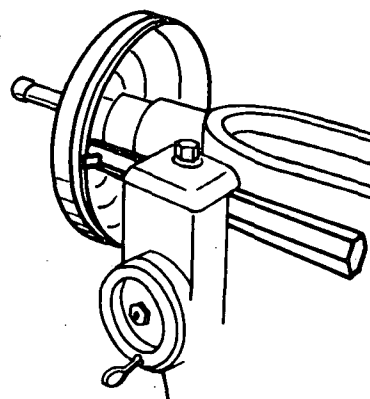

Fig. 3
- b Instale a ferramenta de corte (fig. 3).